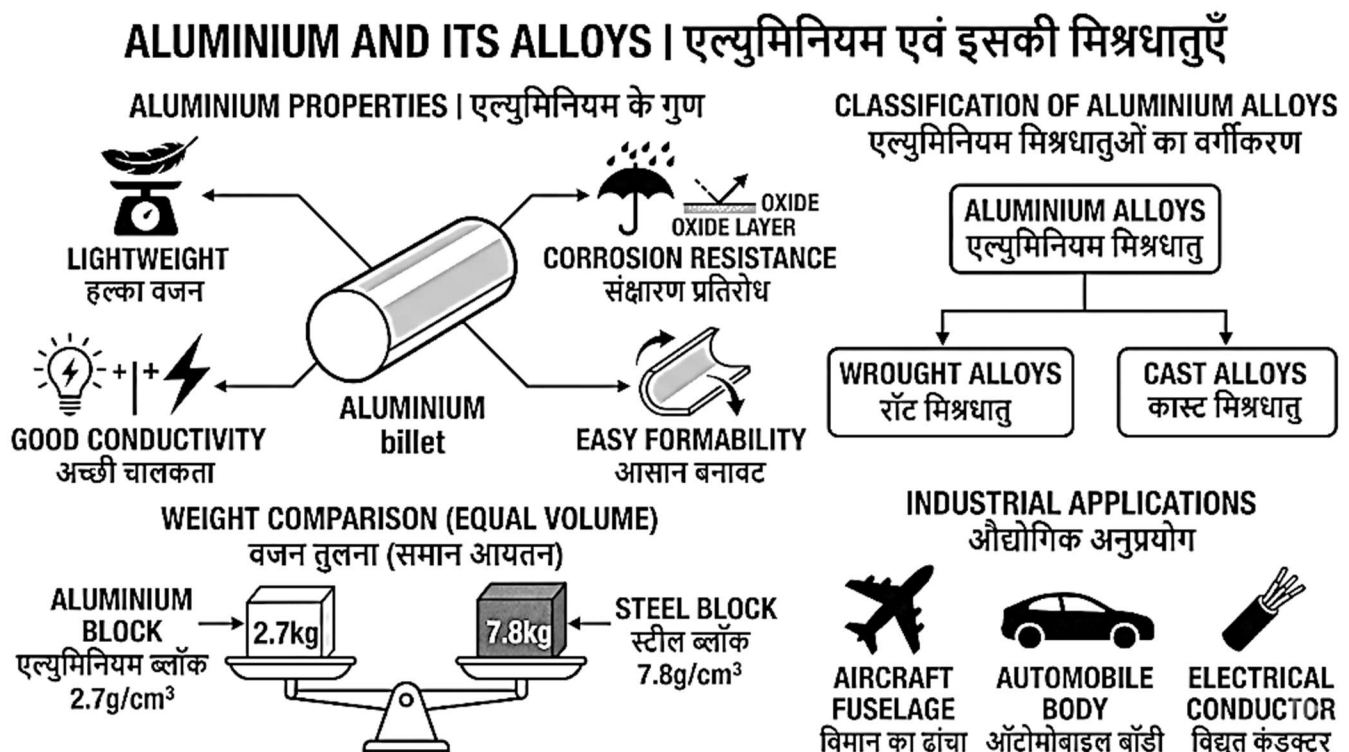

Fig.5.1: Aluminium and Its Alloys and Their Applications | एल्युमिनियम एवं इसकी मिश्रधातुएँ तथा उनके अनुप्रयोग
5.1.1 Introduction to Aluminium (Fig.5.1)
5.1.1 एल्युमिनियम का परिचय (Fig.5.1)